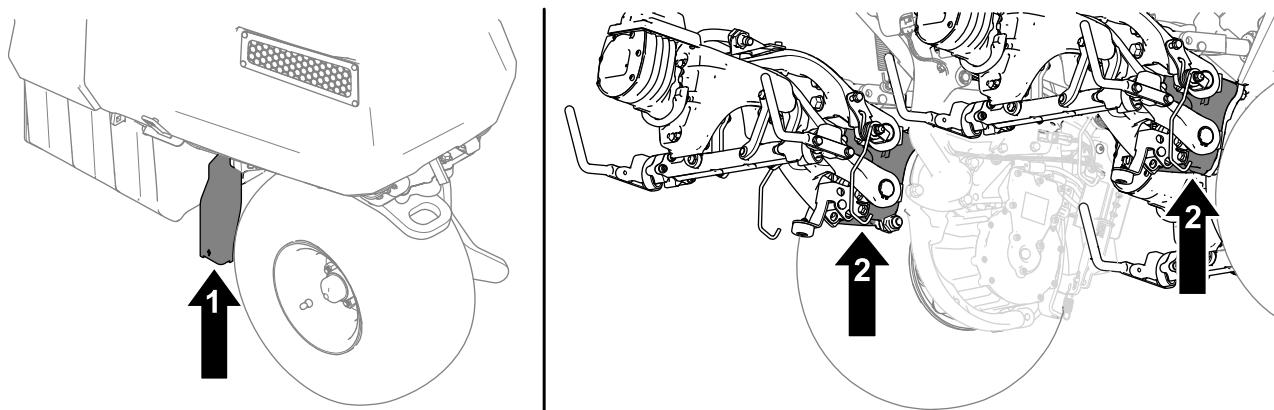

Figure 44
2. Après avoir levé la machine, placez des chandelles aux emplacement suivants pour soutenir la machine (Figure 44) :